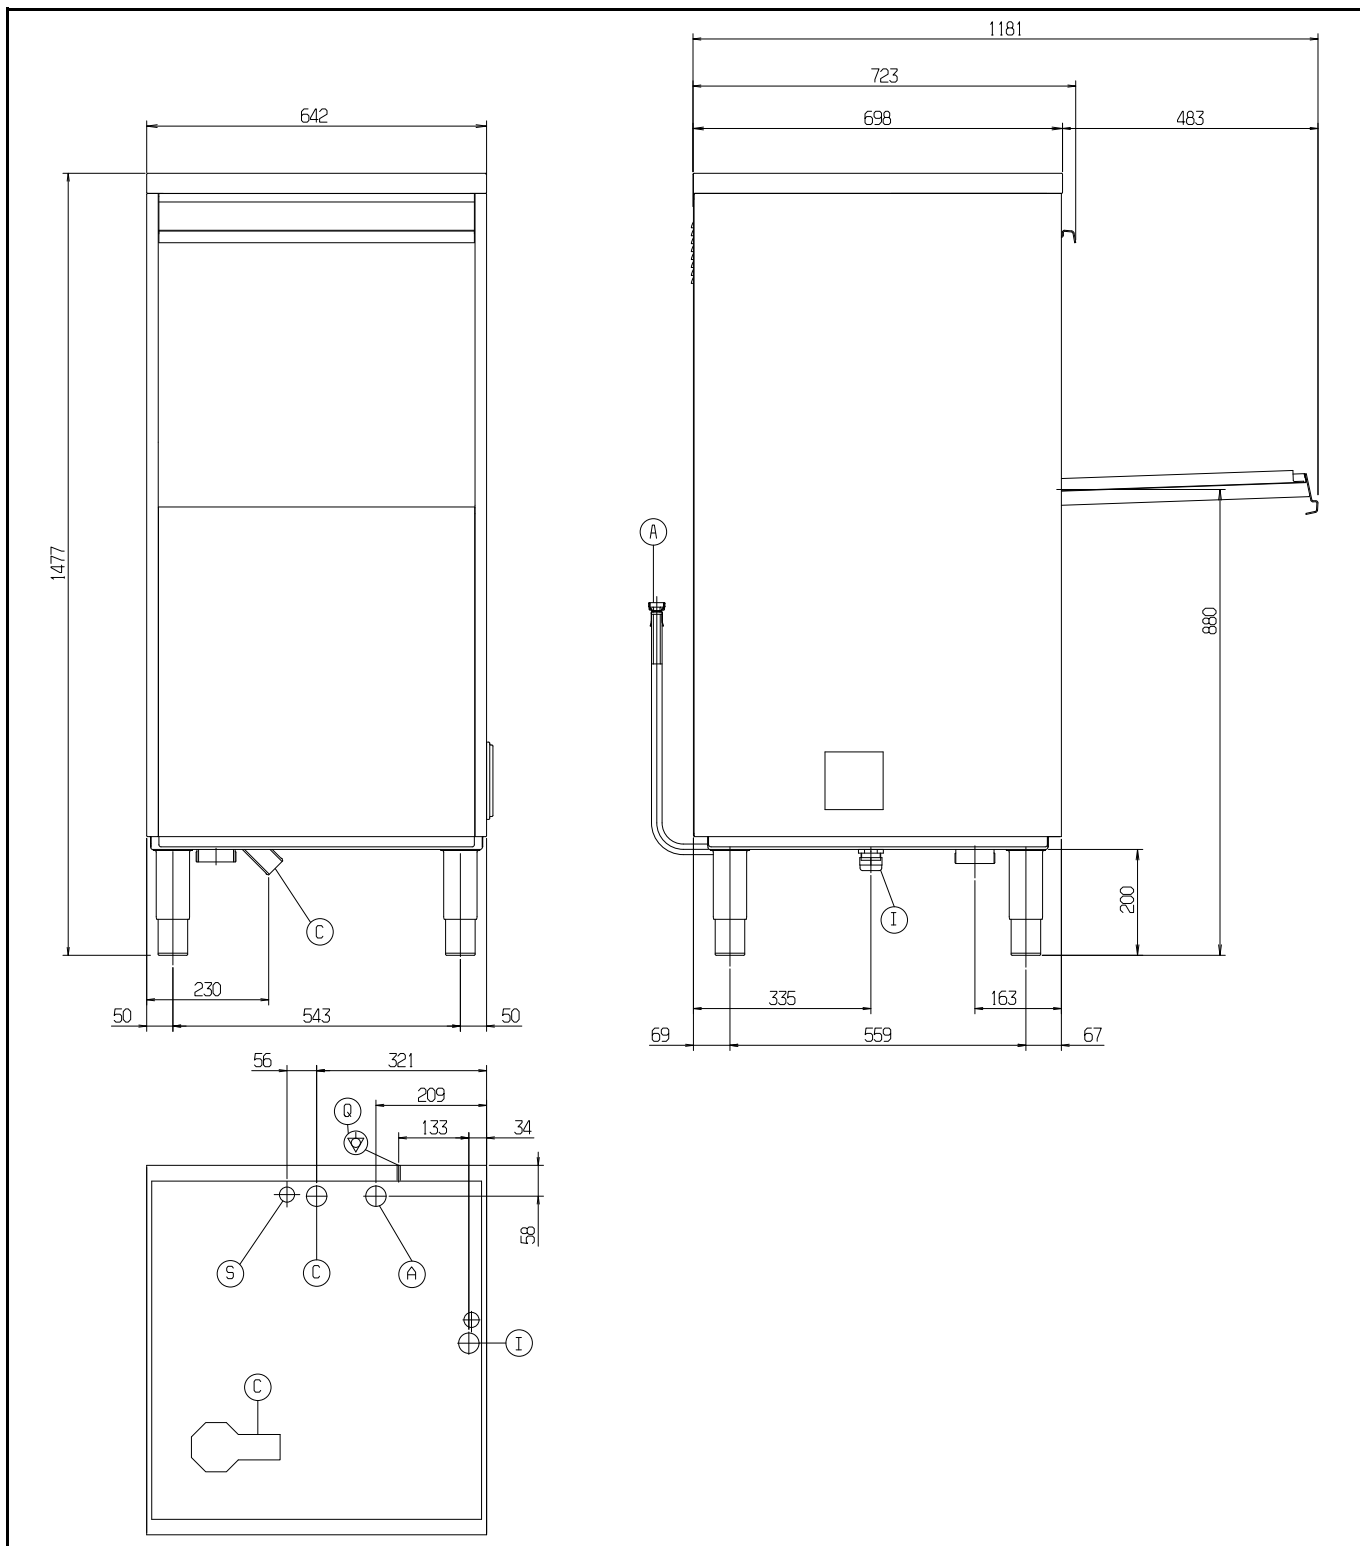
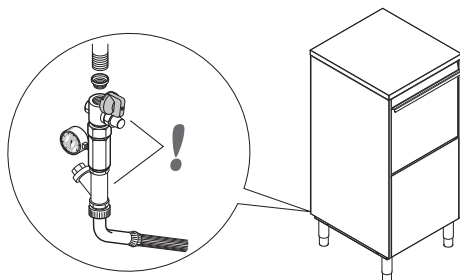

Fig. 4
Fig. 6
Förklaringar till Fig. 4
- Anslut vattenslangen "A" (Fig. 4) till vattenintaget via en kran, ett filter (medleveras) och en tryckmätare (Fig. 6).
Anslut avloppsslangen "C" (Fig. 4) till avloppet med en hävert eller genom att placera slangen ovanför en golvbrunn med vattenlås.
Maskinen ska dessutom ingå i ett ekvipotentialsystem. Anslutningen ska göras med skruven "Q" (Fig. 4), som är märkt med symbolen "⚡". Ekvipotentialledaren ska ha en minsta area på 10 mm².